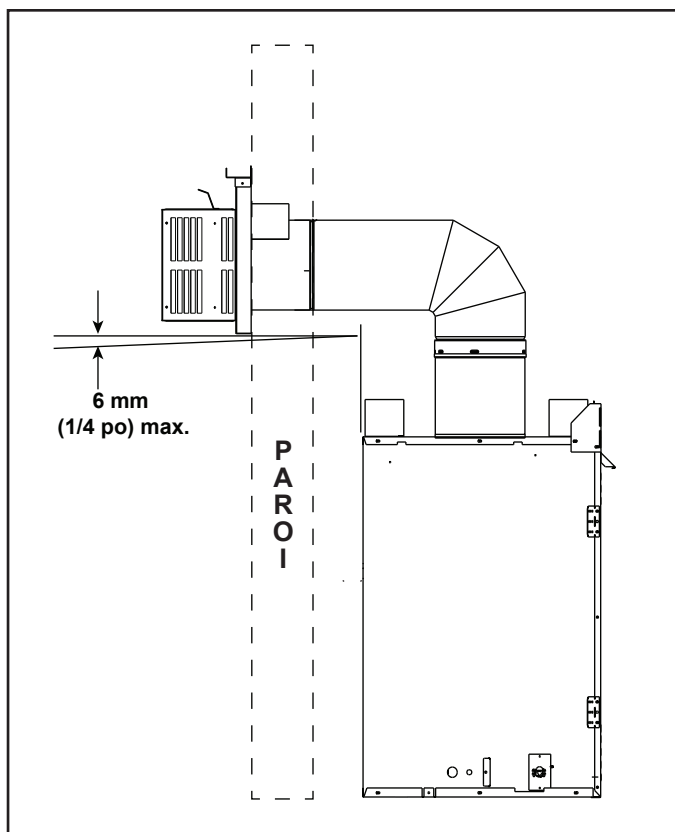

Figure 4.7
- Le chapeau de l'extrémité horizontale devrait avoir une inclinaison vers le bas de 6 mm (1/4 po) afin de permettre à toute humidité dans le chapeau d'être libérée. Voir la figure 4.7.